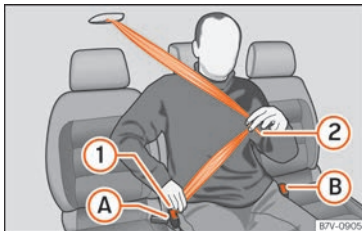

Abb. 14 Sicherheitsgurt am mittleren Sitz in der zweiten Sitzreihe anlegen.
- Gurtband an der Schlosszunge »» **Abb. 14** **1** nach unten ziehen. **Den** Gurt nicht verdrehen »» **⚠**.
- Gurtband an der Schlosszunge »» **Abb. 14** **2** über das Becken des Insassen ziehen.
• Rote Taste im Gurtschloss drücken »» **Abb. 14** **A**. Die Schlosszunge springt heraus.
• Rote Taste im Gurtschloss drücken »» **Abb. 14** **B**. Die Schlosszunge springt heraus.